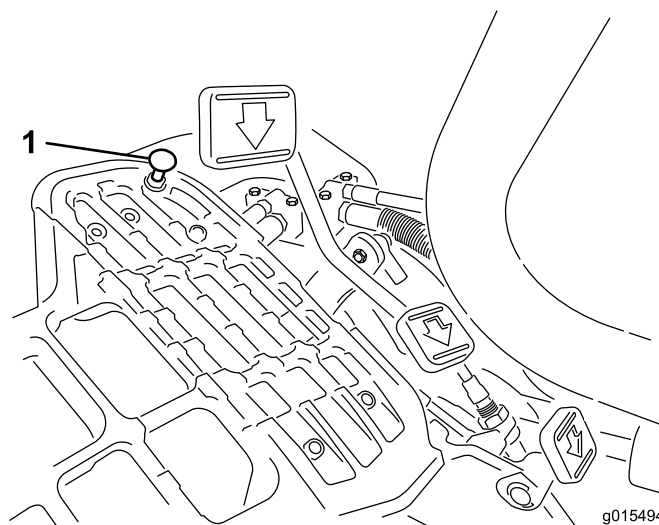

Figura 47
Per ottenere la velocità massima di trasferimento mettete la leva di comando delle funzioni in posizione di TRASFERIMENTO e premete il pedale di trazione. Se il pedale tocca il fermo (Figura 47) prima che avviate la tensione sul cavo, effettuate la seguente procedura di regolazione:
1. Spostate la leva di comando delle funzioni in posizione di TRASFERIMENTO e allentate il dado di bloccaggio che fissa il fermo del pedale alla piastra di appoggio (Figura 47).